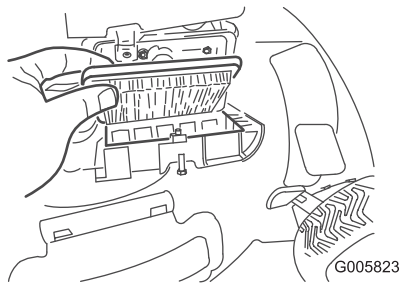

Bild 24
2. Tauschen Sie den Luftfilter aus (Bild 24).